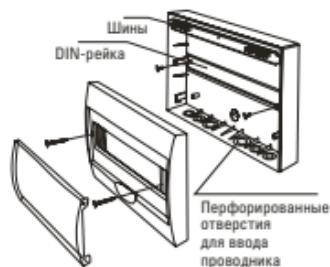

Рис. 1 – Схема монтажа ЩРН-П
- Установить лицевую панель, закрутив шурупы. См. рис. 1.